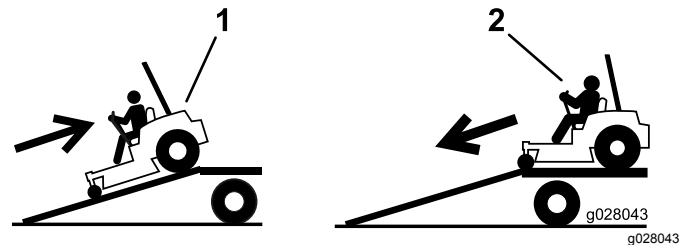

Figura 39
2. Baje la máquina por la rampa conduciendo hacia adelante (Figura 39).